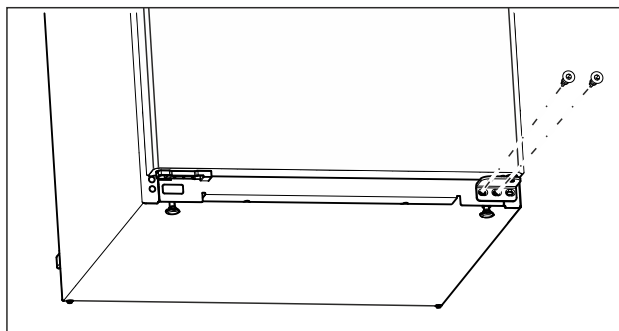

Fig. 6
- ▶ Wykręcić środkową śrubę przy dolnej płytce zawiasu śrubokrętem Torx 20. (patrz Fig. 6)
- ▶ Wykręcić wewnętrzną śrubę przy dolnej płytce zawiasu śrubokrętem Torx 20. (patrz Fig. 6)